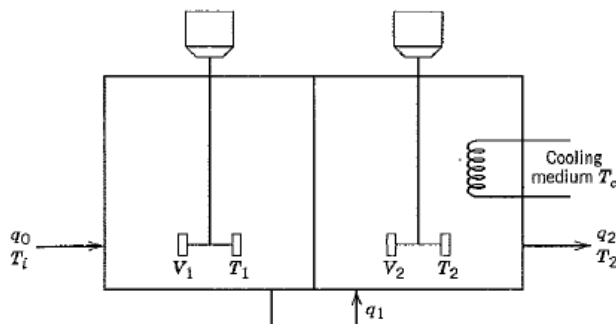

Figura 6 – Reator CSTR com dois compartimentos da questão 6.
6) Um reator CSTR com dois compartimentos é mostrado na Figura 6. A ideia básica é alimentar o reator continuamente no primeiro tanque, para aproveitar parte do calor liberado da reação exotérmica ($A \rightarrow B$), que acontecerá de maneira efetiva no segundo tanque. A parede que separa os dois tanques permite a troca de calor entre eles. No segundo reator há uma serpentina de resfriamento para remover o excesso de energia liberado pela reação.